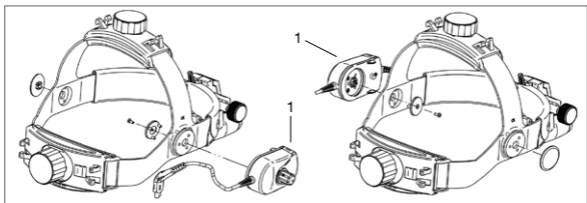
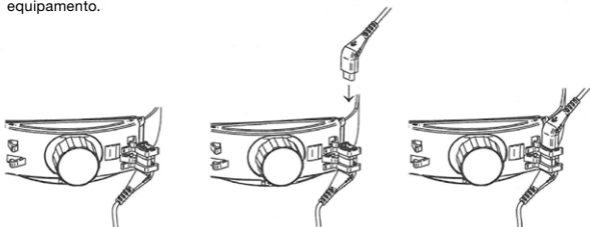

Fig. 3 Montagem do reostato para faixa de cabeça
Fig. 4
O controle de brilho (1) pode ser montado no lado esquerdo ou no lado direito da cinta de cabeça (fig. 3). O brilho pode ser controlado continuamente pelo controle de brilho (1).
Para montar o ML4 LED com mPack ou EN50, conecte o cabo curto do controle de brilho com o cabo de conexão mPack UNPLUGGED e o fixe na parte de trás da cinta de cabeça (fig. 4). Conecte a tomada do instrumento no encaixe do mPack ou no EN50. O regulador (1) (fig. 3) permite ajustar a luminosidade e ligar e desligar o equipamento.